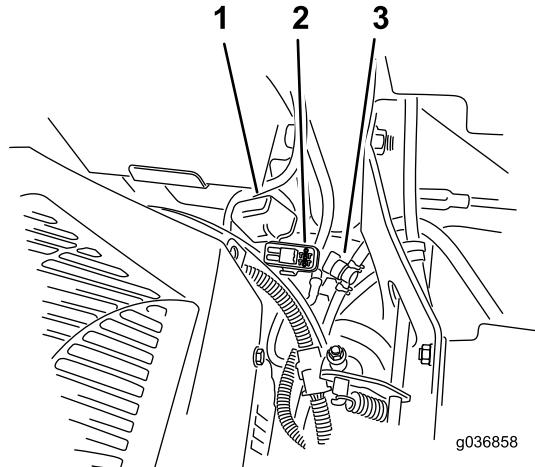

Figura 54
Notă: În cazul mainilor MyRide, asigurai-vă că nu există frecare între cablul de legare la masă și braul tractat sau ansamblul inferior al amortizorului (Figura 54).
2. Instalai o sigurană nouă (Figura 54).
Siguranele fuzibile sunt amplasate pe consola dreapta, de lângă scaun (Figura 54).